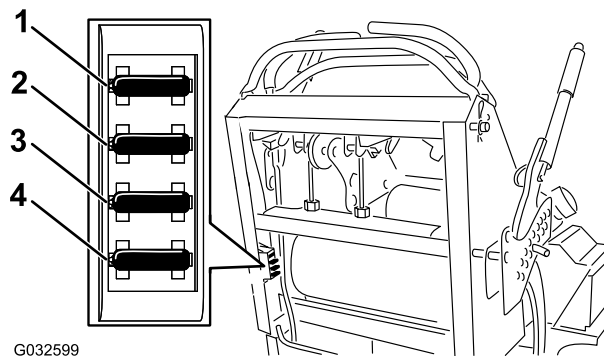

Figura 54
2. Puxe o fusível para fora para o retirar e substitua-o (Figura 54).